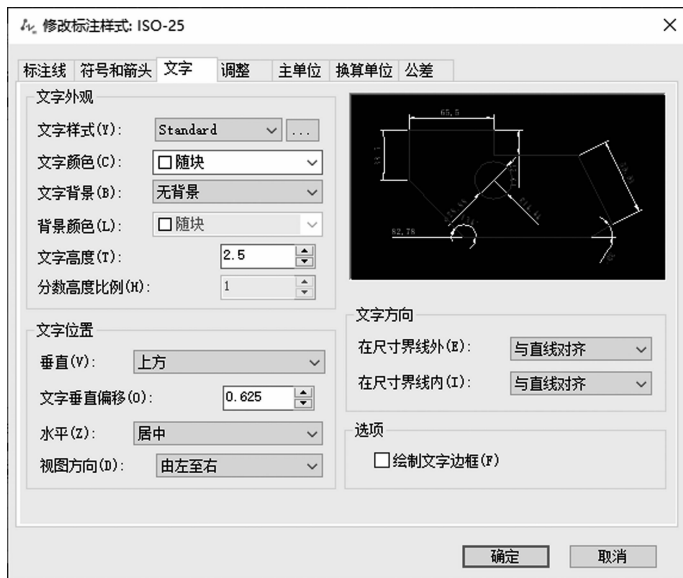

图 1-2-36
(2) 当前样式下单击“修改(M)...”,系统弹出“修改标注样式:ISO-25”对话框,如图 1-2-36 所示。